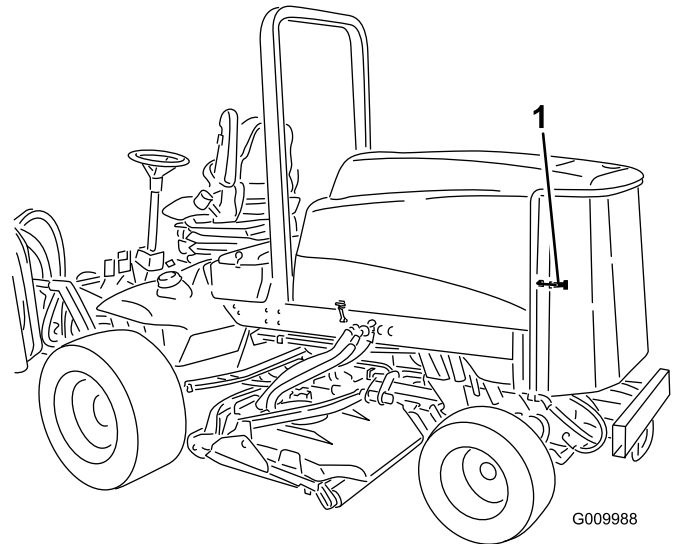

図 49
1. 後スクリーン（図 49）のラッチをはずして後部を開ける。スクリーンを丁寧に清掃する。